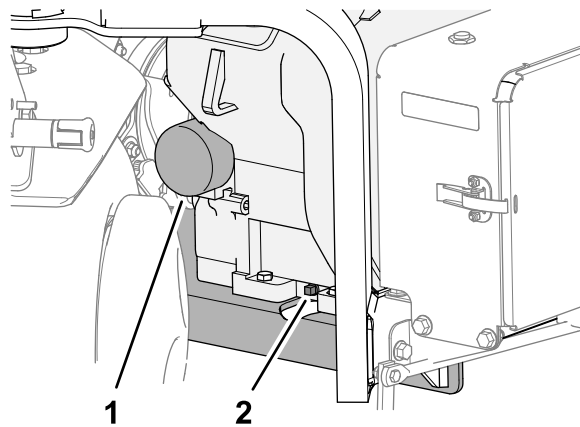

図 161
3. オイルドレンプラグの下に容器を置き、プラグを取り外す **図 161**。
1. フィルタの下に浅い廃油受けを置いてフィルタを外す 図 161。
6. ガスケットがアダプタ 図 161 に当たるまで手で回してフィルタを取り付け、そこから更に 1/2 回転増し締めする。